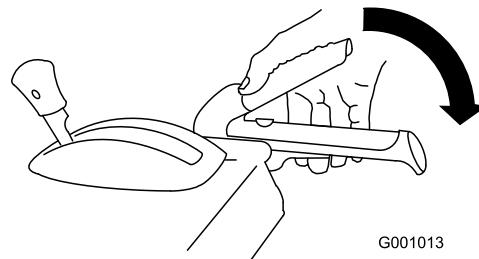

Figure 39
- Pour engager la vis sans fin/turbine, serrez le levier droit (vis sans fin/turbine) contre la poignée (Figure 39).